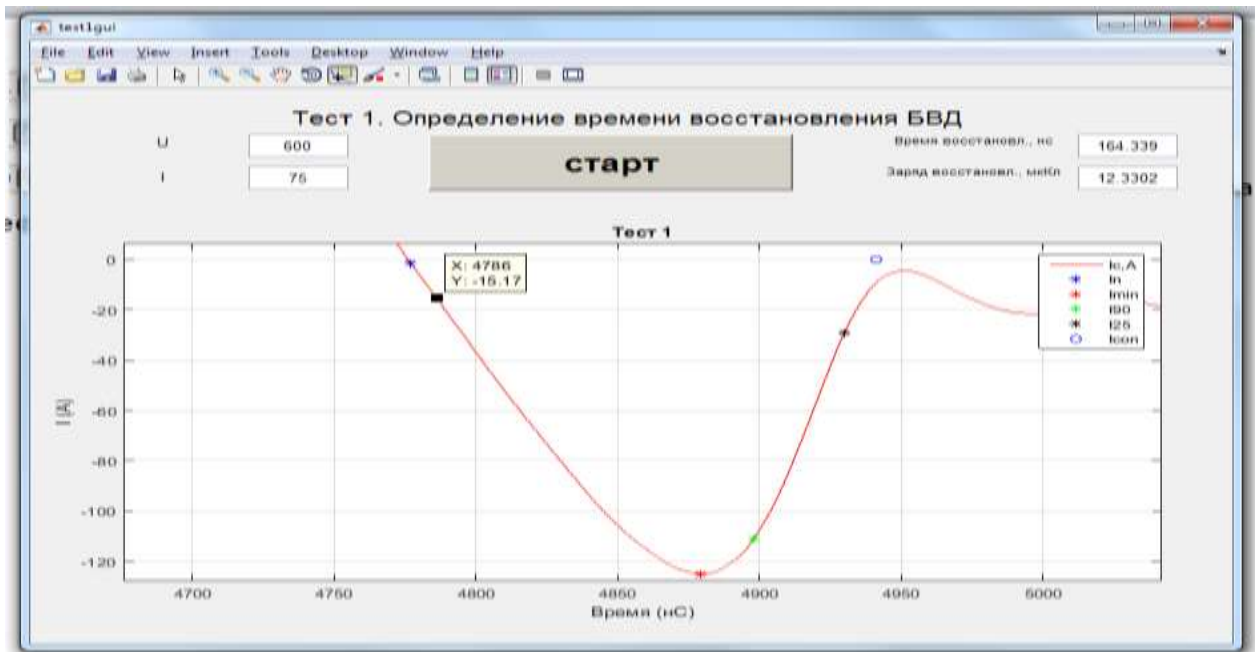

Рис. 20
– индикация координат точки графика при наведении на неё курсора (см. рис. 20).